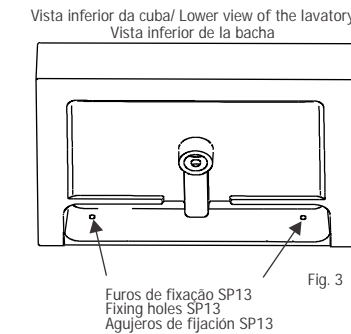

Fig. 3
- 3** Posicionar a cuba na linha superior paralela e com auxílio de outra pessoa, marcar com um lápis os furos da cuba na parede para fixação SP13 (conforme fig. 3), retirar a cuba e efetuar a furação com broca 10mm.
Posicionar la bacha en la línea superior paralela y con auxilio de otra persona marcar con un lápiz los agujeros de la bacha en la pared para fijación de SP13 (de acuerdo fig. 3), retirar la bacha y efectuar el rompimiento con taladro 10mm.